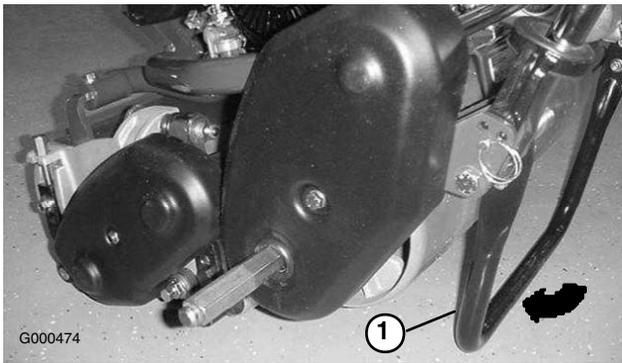

Figura 7
1. Empurre o apoio para baixo com o pé e puxe o manípulo para cima até que o apoio tenha rodado para a frente, em direcção ao centro (Figura 7).